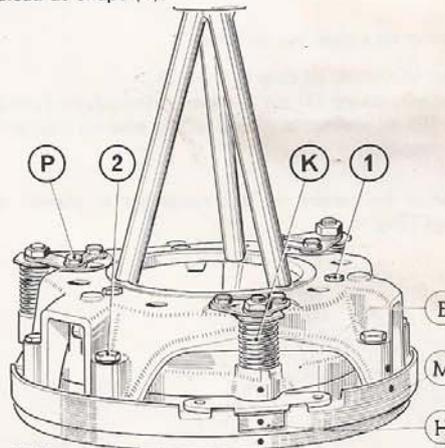

Fig. 5
Repérer sur une même ligne les positions : du couvercle, du plateau de pression (E), du plateau intermédiaire (H) et de la couronne d'entraînement (M) (équilibre) - Fig. 5.
A la presse et à l'aide d'un trépied (référence Emb 05) exercer une légère pression sur le couvercle - Fig. 5.